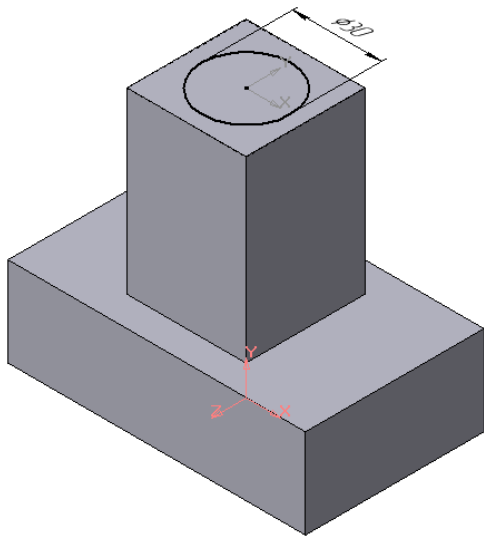
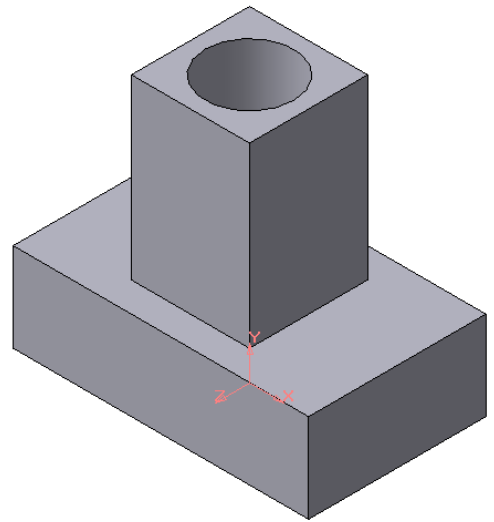

Рис.6 Эскиз отверстия
Рис.7 Операция вырезания отверстия
3. Для создания цилиндрического отверстия на верхней грани призмы вычертим эскиз отверстия – окружность радиусом 15 мм (рис.6) и вырежем отверстие выдавливанием на глубину 40 мм (рис.7).